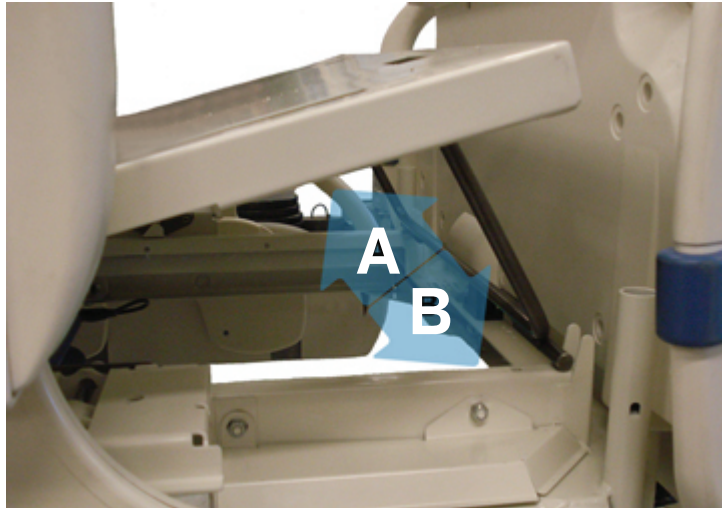

Figure 7 – Élévation ou abaissement de la partie jambes inférieure
1. Saisir la partie jambes inférieure avec les deux mains (A) (Figure 7).
3. Guider la partie jambes inférieure vers le bas jusqu'à ce qu'elle soit dans le plan de couchage (B) (Figure 7).